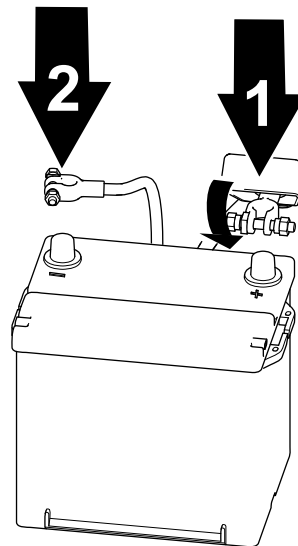

Figura 63
1. Conecte el cable positivo a la batería y apriete la tuerca de la abrazadera de la batería (Figura 63).
2. Conecte el cable negativo a la batería y apriete la tuerca de la abrazadera de la batería (Figura 63).